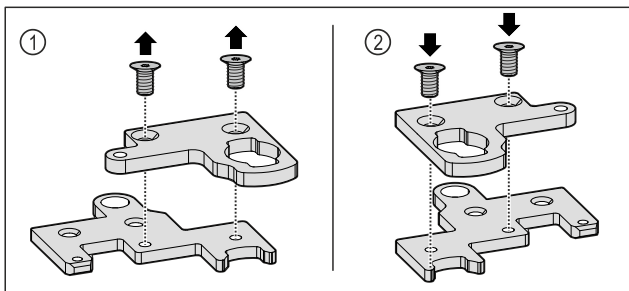

Fig. 34
- Rastavite dvodijelne kutne šarke. Fig. 34 (1)
- Ponovno sastavite dvodijelne kutne šarke okrenute za 180°. Fig. 34 (2)